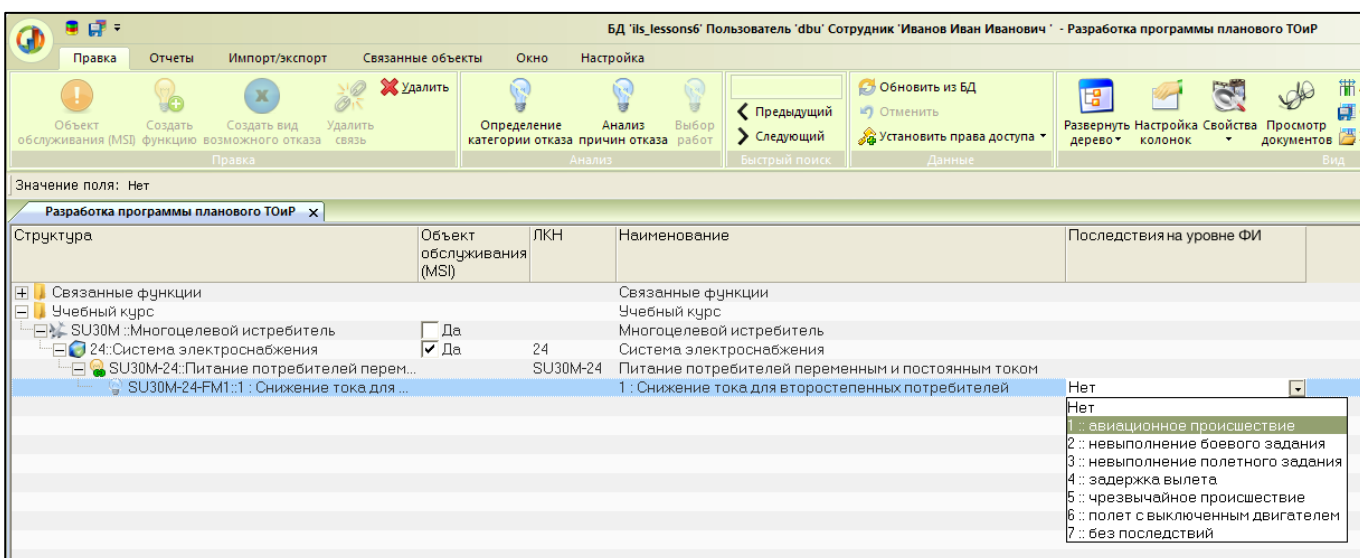

Рис. 11-9 – Созданный ФО
5) Для созданного ФО заполнить поля «Наименование» и «Последствия на уровне ФИ» (рис. 11-9).